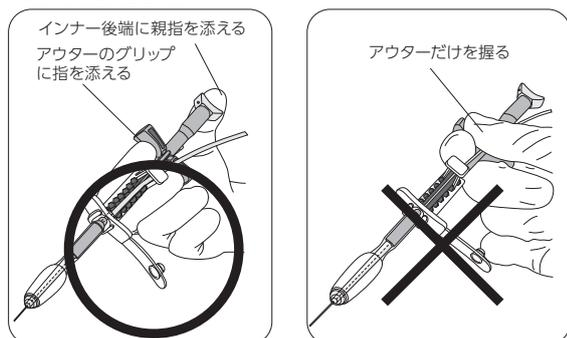

図12
- ボタンを挿入する際は、必ずオブチュレータのインナー後端に親指などを添えて実施すること。オブチュレータのアウトターだけを押し込むと、インナーロックが破損する可能性がある。(図12)